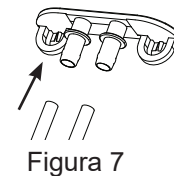

Figura 7
- Retire los enchufes y deje que el agua se drene completamente. Consulte la figura 7.